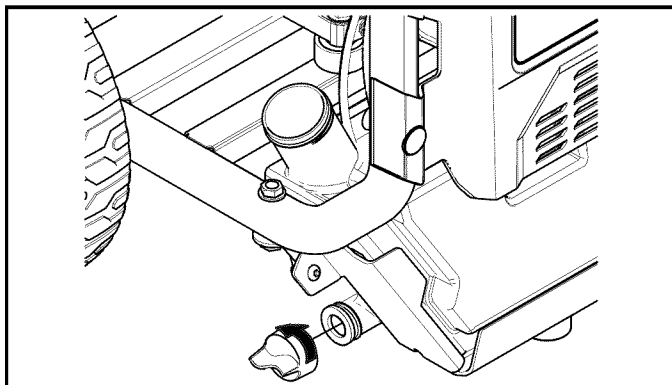

Figura 6-2. Tapa de vaciado del tanque
5. Coloque el recipiente debajo de la tapa de vaciado del tanque para sustancias químicas. (Figura 6-2).